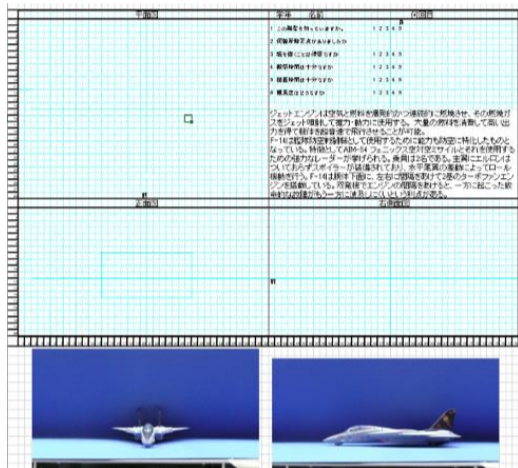

図 1. スケッチ図
- ① 模型を観察
- ② スケッチ (図1) に記述
- ③ 模型とスケッチの違いを訂正